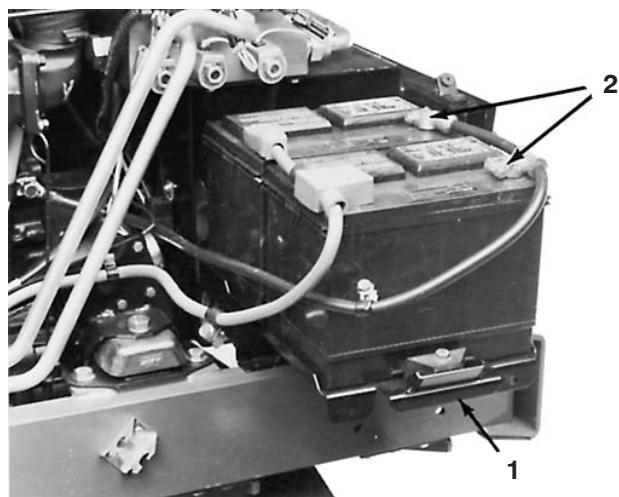

Bild 55
2. Nehmen Sie die Kopfschrauben ab, mit denen das Batteriefach an der Maschine befestigt ist, und schieben Sie das Fach heraus (Bild 55).
4. Ziehen Sie das Minuskabel (-) von den Batterien ab (Bild 55). Schließen Sie ein 3 bis 4 Ampere Ladegerät an die Batteriepole an. Laden Sie die Batterien bei einer Rate von 3 bis 4 Ampere vier bis acht Stunden lang auf.